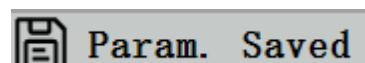

Fig. 20
3. Dans le coin supérieur gauche de l'écran, vous verrez "Param. saved". (Fig. 20)
2. La position actuelle du curseur (c'est-à-dire la position de l'icône en surbrillance) correspond au réglage de la fonction de balance des blancs. (Fig. 20)